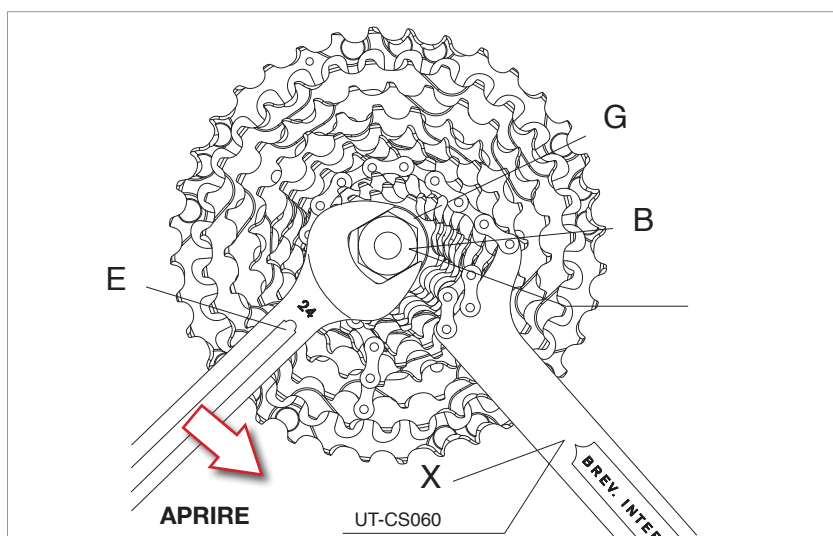

Fig.5
- Smontate la ghiera (G - Fig. 5) utilizzando l'utensile Campagnolo® UT-BB080 (B - Fig. 5) con una chiave esagonale (E - Fig. 5) da 24 mm e la chiave con catena Campagnolo® UT-CS060 (X - Fig. 5), o un utensile equivalente.